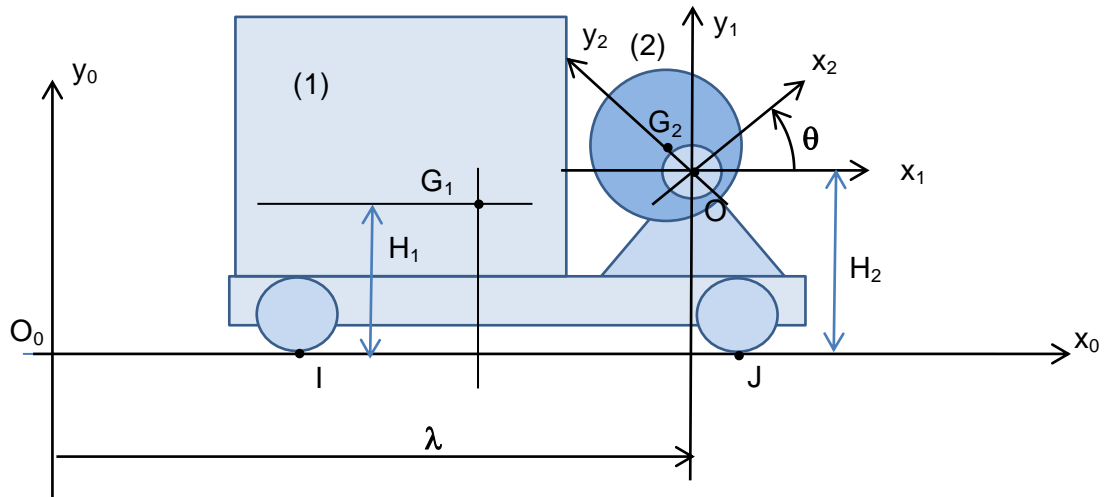

Figure 1
- ✓ Un châssis (1) supporté par 4 roues est solidaire du moule et du corps d'un moteur électrique. Il possède un mouvement de translation rectiligne par rapport au sol suivant  $x_0$  repéré par le paramètre  $\lambda$ . La masse de (1) est  $M_1=1000\text{kg}$ . Son centre d'inertie est  $G_1$  (figure 1). Le repère  $(G_1, x_1, y_1, z_1)$  est lié au châssis (1).
- ✓ L'ensemble tournant (2) est constitué du rotor du moteur électrique (2r) et de deux disques excentrés (2s). (2) est guidé en rotation par rapport à (1) par l'intermédiaire de deux paliers situés en A (liaison rotule) et en B (liaison linéaire annulaire d'axe  $Bz_1$ ) (figure (2)). Le mouvement de rotation d'axe  $Oz_1$  est paramétré par l'angle  $\theta$ .  $\theta=(\vec{x}_1, \vec{x}_2)$ . L'ensemble tourne à vitesse constante  $\omega$  ( $\theta=\omega.t$ ). La masse de (2) est  $M_2=6\text{kg}$ .